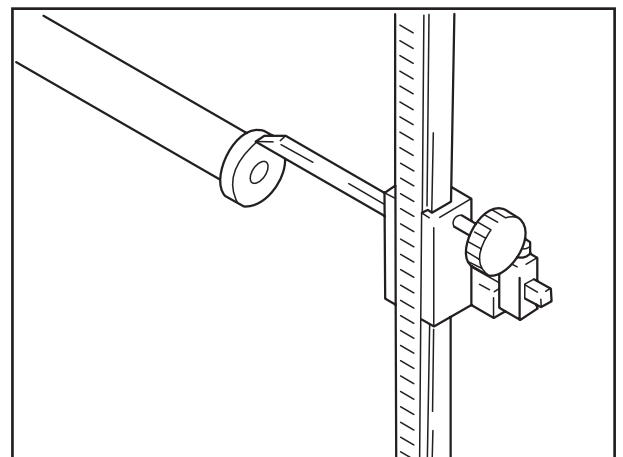

Fig. 2
- [3] Bei frei umlaufendem Rad höchsten Punkt des Schlages an den Messrohren ermitteln (mit Parallelreißer) (Fig. 2) und senkrecht nach oben drehen. Achse bis auf den Boden absenken.
[3] With the wheel rotating freely, determine the highest point of the runout at the alignment tubes (with parallel marking tool) (Fig. 2) and turn until it is at the top. Lower axle onto the ground.
[3] Sur chaque roue tournant librement, déterminer le point le plus élevé d'excentration sur les tubes de mesure (avec un trusquin) (fig. 2) et les faire tourner verticalement en les remontant. Faire redescendre l'essieu sur le sol.